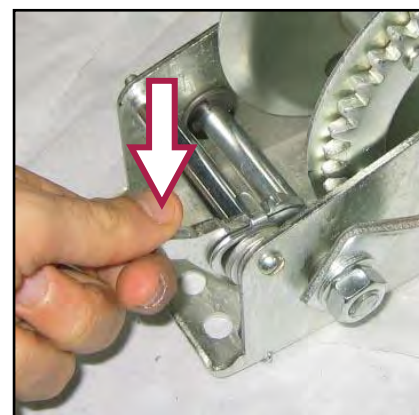

Figura 8 – Sgancio
2. Sganciare la linguetta di sicurezza dell'argano, con l'altra mano, spingendola verso il basso come mostrato in Figura 8.